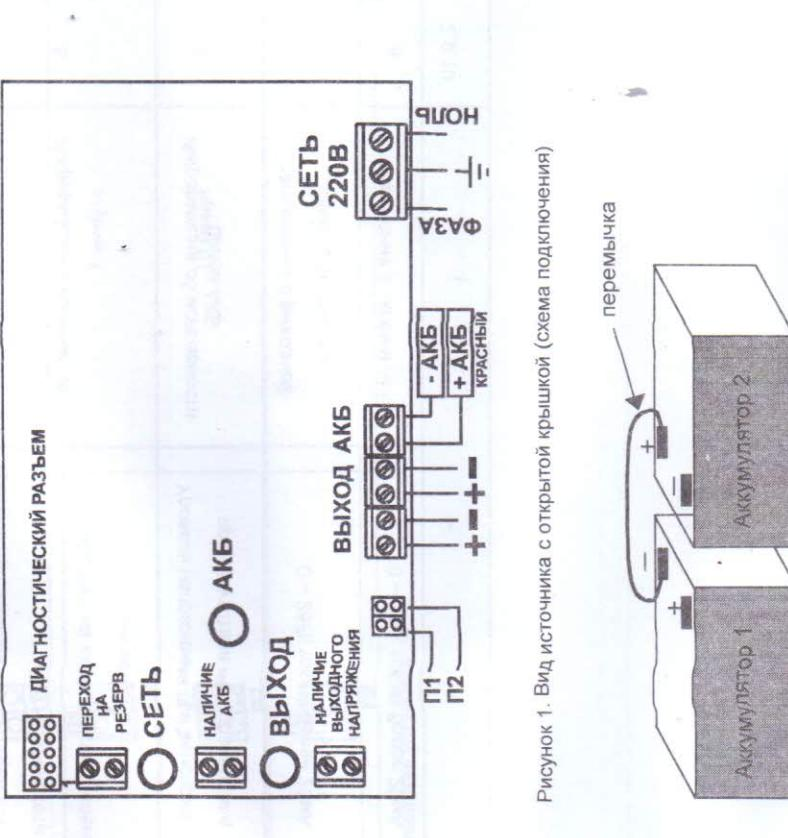

Рисунок 1. Вид источника с открытой крышкой (схема подключения)
**Источник оснащен диагностическим разъемом (см. рисунок 1 Приложение), на который выводены напряжение выхода, напряжение клемм АКБ, сигнал о наличии сети, напряжение для питания внешнего устройства. Назначение контактов разъема и уровни напряжений см. таблицу 7 Приложения.**
Подключение источника производится при отключенном сетевом напряжении и открытой крышке (см. рисунок 1 Приложения) в следующей последовательности: